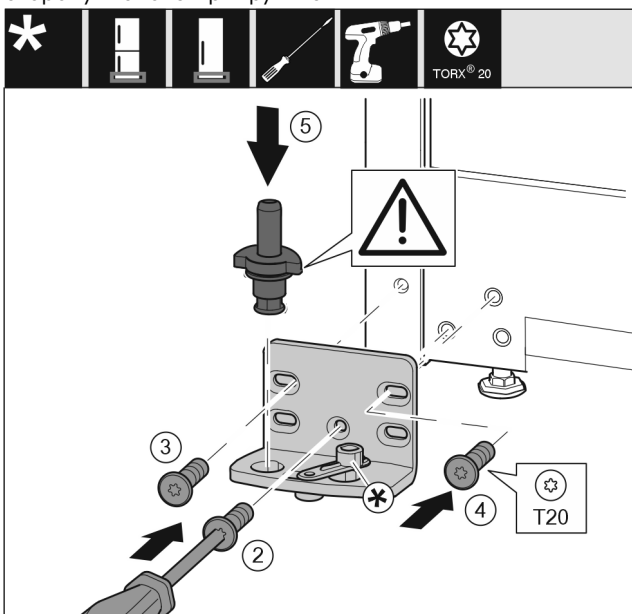

Fig. 17
- ▶ Установите опорный кронштейн с другой стороны и прикрутите с помощью отвертки. Начиная с винта Fig. 17 (2) снизу в центре.
- ▶ Затяните винт Fig. 17 (3) и винт Fig. 17 (4).
- ▶ Снова установите опорный палец Fig. 17 (5) в сборе. При этом проследите за тем, чтобы выступ фиксатора был направлен назад.